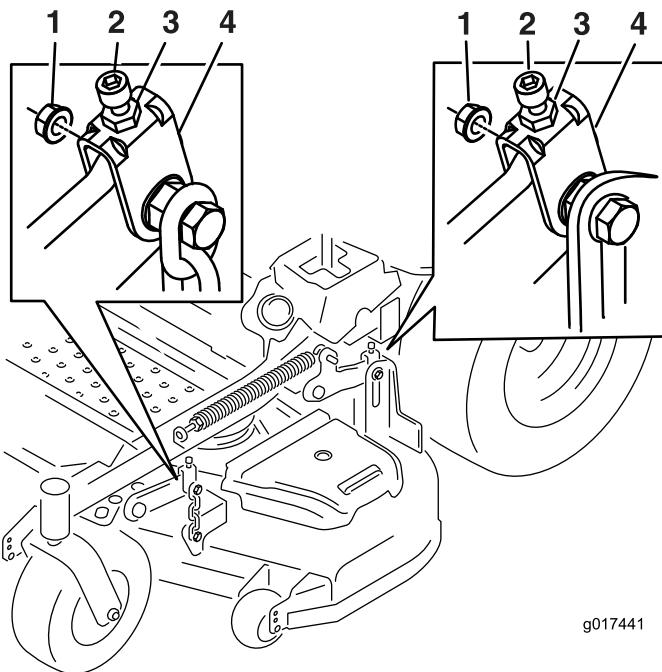

Figure 71
précisément la vis de réglage en la tournant de manière à obtenir une hauteur de 7,6 mm (voir Figure 71).
- Ajustez précisément la vis de réglage en la tournant de manière à obtenir une hauteur de 8,3 mm (Figure 71). Tournez l'écrou de réglage dans le sens horaire pour augmenter la hauteur et dans le sens antihoraire pour la diminuer.